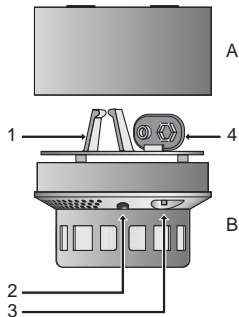

Abb. 1 Montage
- Den Temperaturwächter (Abb. 1, B) durch Drehen nach links aus dem Sockel (A) nehmen.
- Den Temperaturwächter (Abb.1, B) durch Drehen nach links aus dem Sockel (A) nehmen.
- 9-V-Blockbatterie mit dem Batterieanschluss (Abb. 1, 4) verbinden und in den Batteriehalter (Abb. 1, 1) stecken.
- Abschließend die Funktion des Wasserwächters mit dem Testknopf prüfen (Abb. 1, 3).